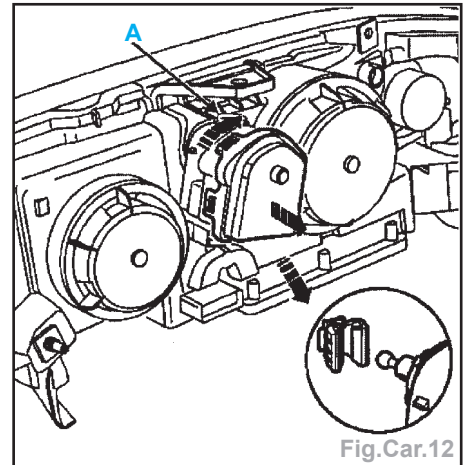

Fig.Car.12
- Serrer la vis de réglage (A) (six tours maximum) (Fig.Car.12).